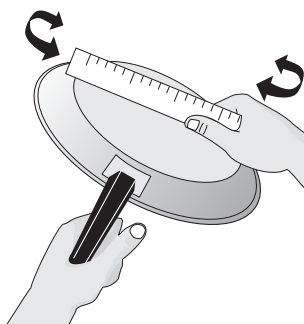
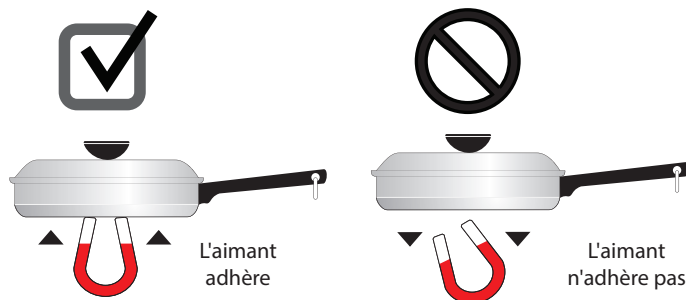

Figure 2: Test de la règle
Figure 4: Test de l'aimant
Le type d'ustensile de cuisson utilisé et sa dimension influencent le réglage de la température nécessaire à l'obtention de résultats de cuisson optimaux. Assurez-vous de suivre les recommandations relatives à l'utilisation des ustensiles appropriés, tel qu'illustré sur la Figure 2 et la Figure 4.
Vérifiez que le fond des ustensiles de cuisson est bien plat en y faisant tourner une règle (voir Figure 2). Les ustensiles de cuisson doivent avoir un dessous plat qui entre bien en contact avec toute la surface de la zone de cuisson (voir Figure 6 à la page 11).
- **Acier inoxydable** - Conducteur de chaleur lent qui donne des résultats de cuisson variables. Il est durable, facile à nettoyer et il résiste aux taches. Certains types d'acier inoxydable ne fonctionneront pas sur une table de cuisson à induction. Utilisez le test de l'aimant (Figure 4) pour vérifier le magnétisme de votre ustensile de cuisson en acier inoxydable.
- **Émail vitrifié sur métal** - Les caractéristiques de chauffage varient selon le matériau de base. Un ustensile fait d'un métal compatible recouvert d'émail vitrifié fonctionnera sur une table de cuisson à induction. Utilisez le test de l'aimant (Figure 4) pour vérifier le magnétisme de votre ustensile de cuisson en émail vitrifié. To see if a piece of cookware will work on your induction cooktop, try to stick a magnet to it. If the magnet clings firmly to the bottom of the cookware, the cookware will work on your induction cooktop.
Pour vérifier qu'un ustensile de cuisson fonctionnera sur votre table de cuisson à induction, essayez d'y faire coller un aimant (voir Figure 4).